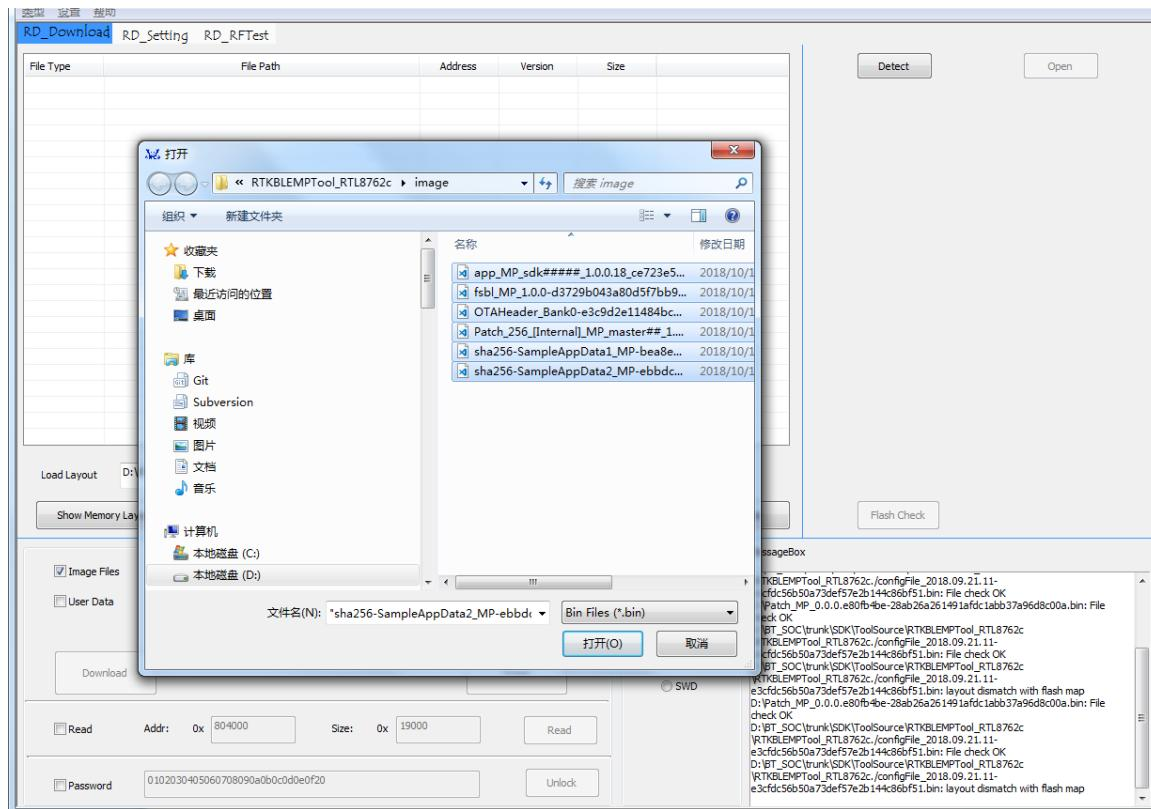
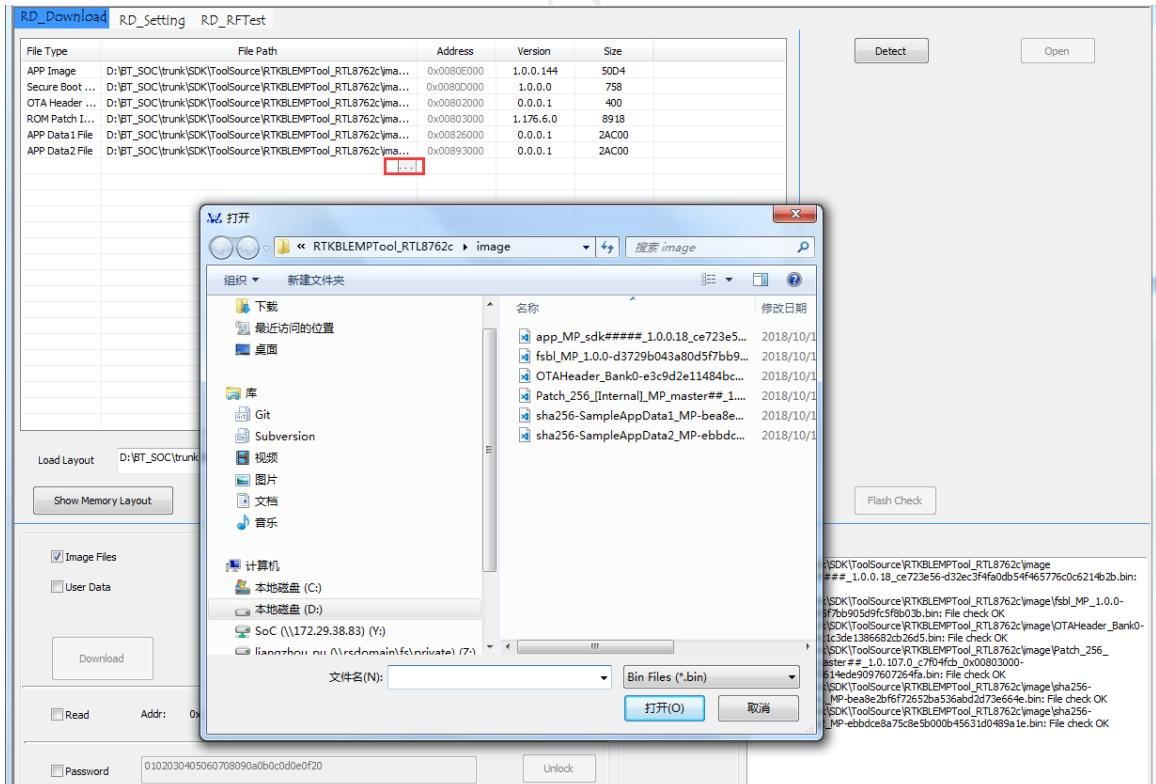

图 8-10 批量导入镜像文件
图 8-11 单个导入镜像文件
3) 点击“Browse”按钮批量选择镜像文件或者在 listBox 中的 file path 栏下双击选择镜像文件，如图 8-10 与图 8-11 所示；不切 bank 时需要添加 config、OTA Header、secure boot、patch、app、appdata 等文件，切 bank 时下载 config 与 bank0 中对应文件，不需添加 secure boot 文件。